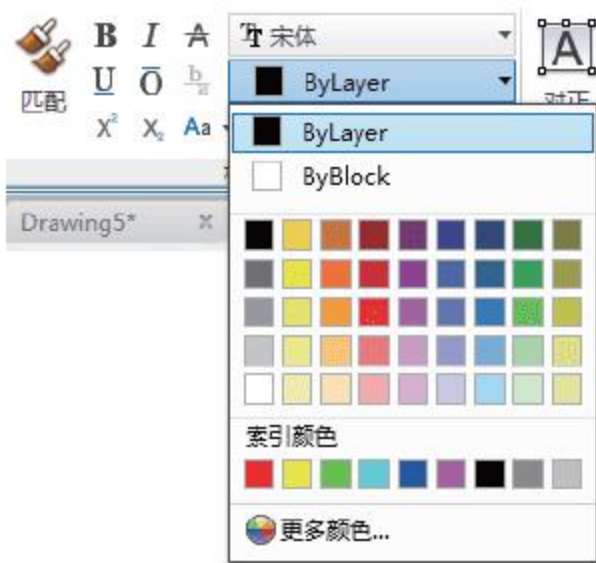

图5-111 【颜色】下拉面板
- 【颜色】下拉面板：在该下拉面板中选择颜色，如图5-111所示，重新定义选中文字的颜色。